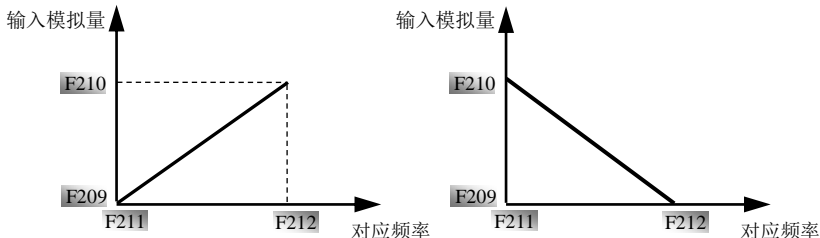

图 5-12 模拟量调节变化的比例模式
- F211、F212 的设定值决定了模拟量调节变化的比例模式，如图 5-12 所示：